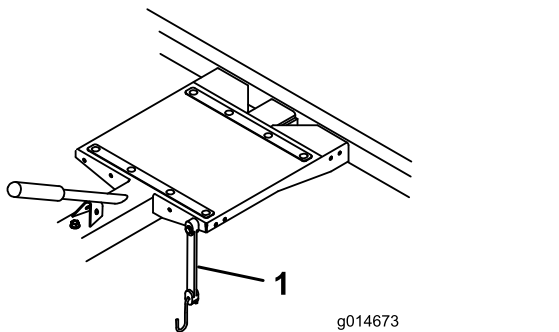

图15
4. 运输过程中应使用弹力带将果岭剪草机紧固到拖车上图15。您可以将弹力带移至不同的安装孔以适应不同的剪草机。